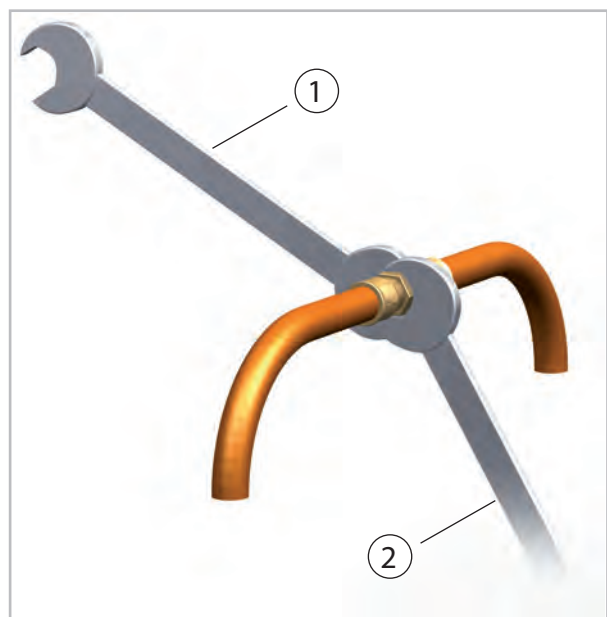

Abb. 21: Verschraubungen anziehen
11. ➤ Befestigen Sie nun endgültig die Verschraubungen mit 2 Drehmomentschlüsseln geeigneter Schlüsselweite. Halten Sie während des Schraubens auf jeden Fall mit einem Maulschlüssel gegen (Abb. 21).